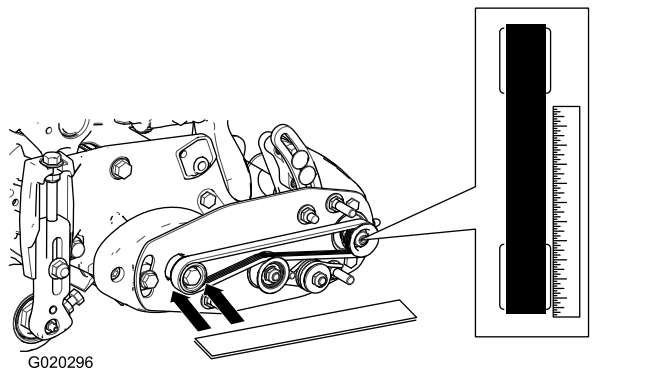
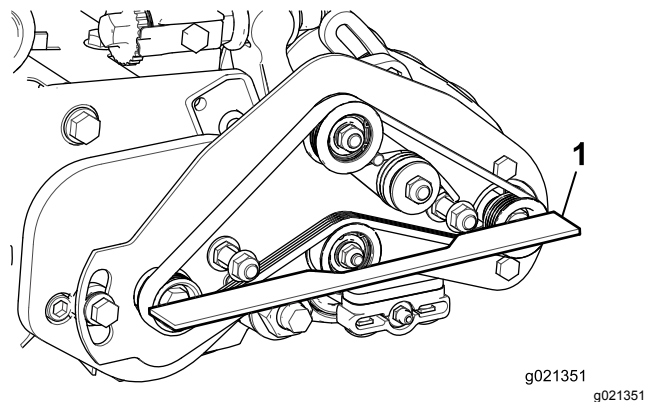

図 24
図 25
- **駆動** プーリの外側面に直定規を当てる図 24 と図 25。駆動プーリと受動プーリの両方に直定規を当てないこと。